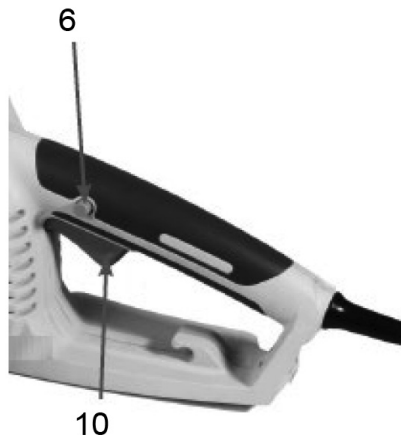

Рис. 18
- нажмите кнопку блокировки выключателя 6 (рис. 18) и, не отпуская ее, нажмите на курок выключателя 10 (рис. 18). Двигатель включится, цепь начнёт вращаться.